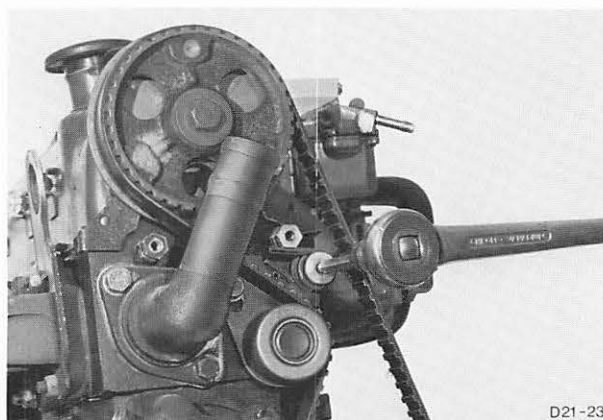

Abb. 320 Zahnriemenspanner mit Spezialwerkzeug 21-012 lösen
4. Zahnriemenspanner mit Spezialwerkzeug 21-012 lösen (1 Schraube, 1 Spezialschraube), gegen Federdruck andrücken und wieder festziehen, Abb. 320. Zahnriemen abnehmen.